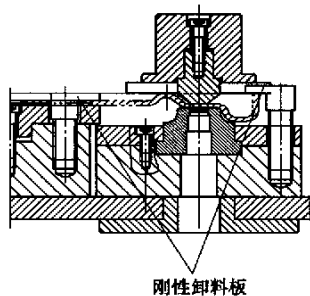
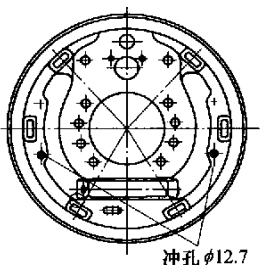

图 2
图 1
我们用无导向冲孔模冲裁制动器底板(见图1)上销子孔(孔径 $\phi 12.7\text{mm}$ 、板厚 4.5mm)时,起初采用刚性卸料(见图2)。在使用过程中,刚性卸料存在以下几个缺点:①因为制动器底板大(外径 $\phi 348\text{mm}$),而且形状凸凹复杂,不能对称地在冲裁的销子孔周围布置刚性卸料板,也由于卸料板与制动器底板接触面之间存在间隙,而且两处间隙大小不一,导致冲完孔后,制动器底板变形。②细而长的凸模不带导向装置,容易断裂。③冲裁安全性差,凸模折断,容易伤人。